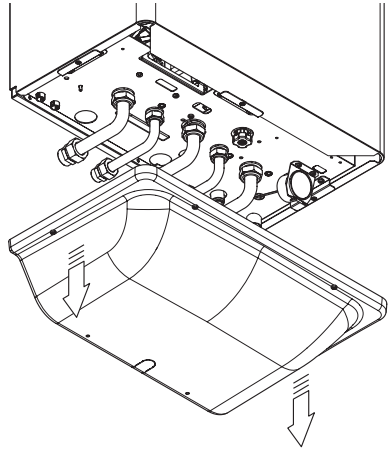

Figura 9.1
- Tirare verso il basso la copertura per rimuoverla (Figura 9.1).